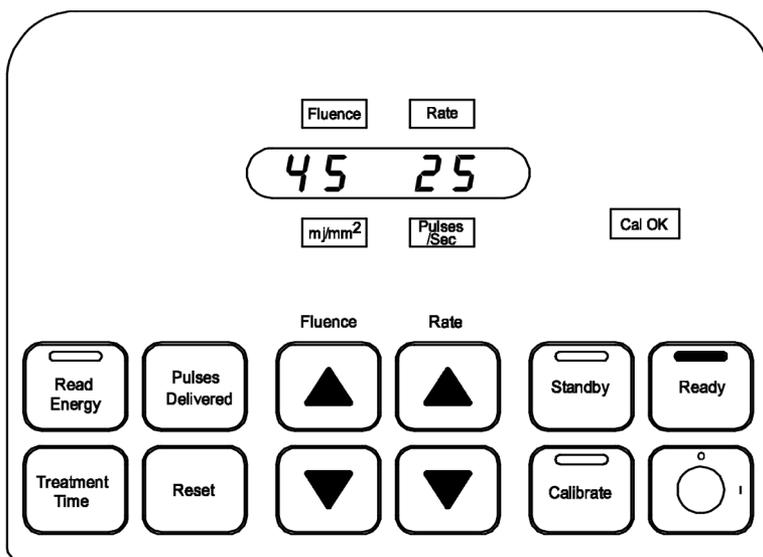

Figure 9
1. Il est possible de passer en mode Prêt (**Ready**) depuis le mode de veille (**Standby**) en appuyant sur le bouton Ready (Prêt). (Figure 9)